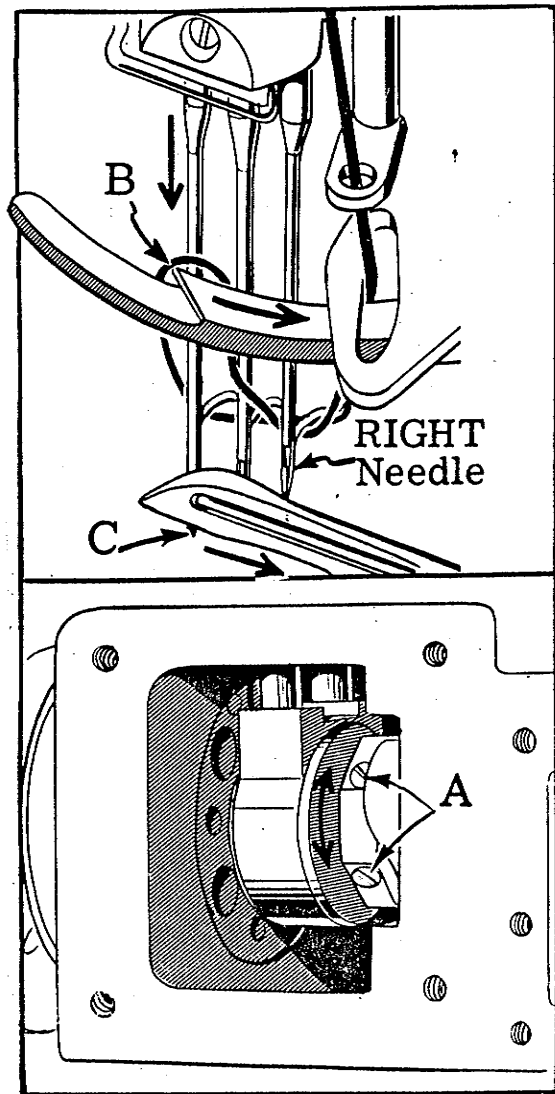

Fig. 43
Fig. 43 En la máquina anterior Modelo 52.800, la sincronización del recorrido del recubridor es ajustable. El ajuste es realizado colocando el excéntrico de impulsión del recubridor (A) en el eje biela inferior de manera que el recubridor se desprenda de su hilo en (B) cuando la punta de la aguja izquierda, en su movimiento hacia abajo, está nivelada con la parte inferior del looper, tal como en (C), o cuando la punta de la aguja derecha este nivelada con la parte superior del looper.